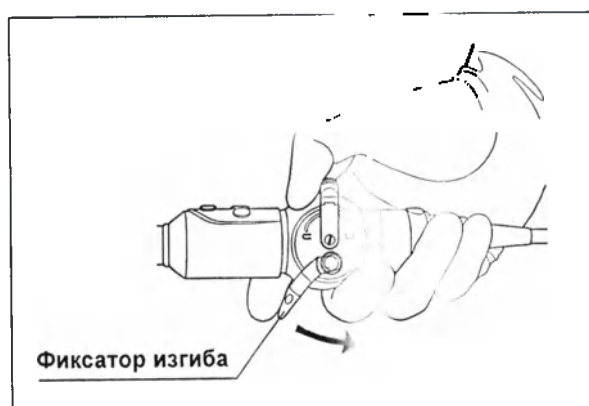

Рисунок 3.3
2. Заблокируйте фиксатор изгиба и убедитесь в правильности его работы (на рис. 3.3).